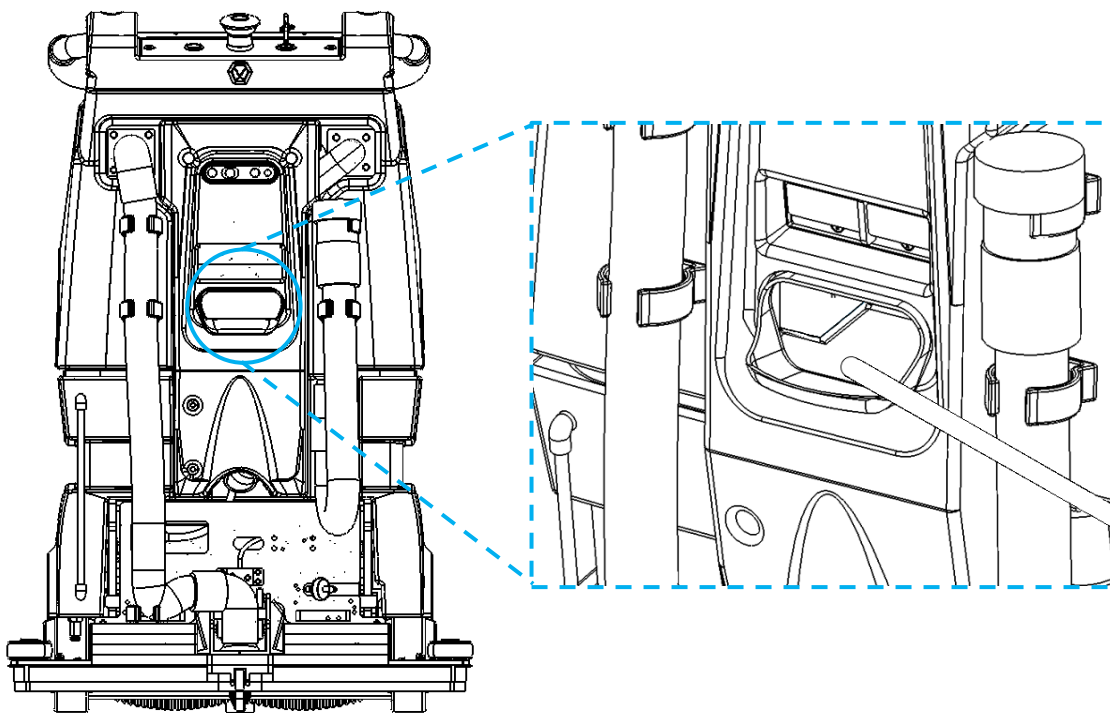

Fig. 2
4. Plaats het andere uiteinde van de slang in de schoonwaterinlaat en spoel de schoonwatertank door met water (Fig 2).